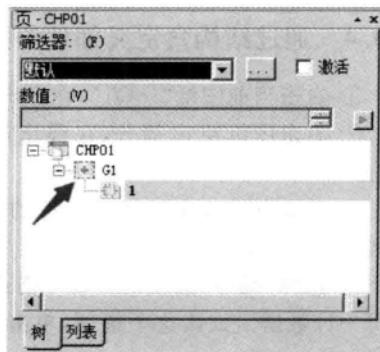

图 1-34 包含结构面信息的“页”导航器
- 在“页”导航器中，新项目下增加了“+G1”文件夹，文件夹下级放置显示“1”的图纸，如图 1-34 所示。